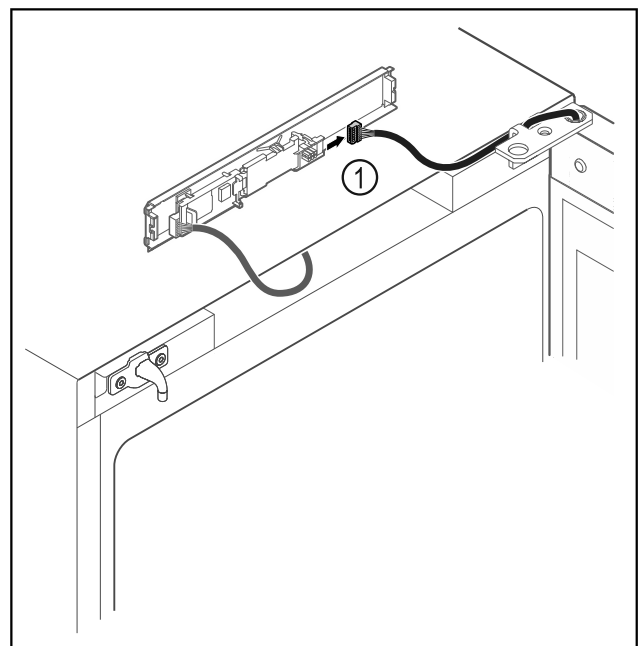

Fig. 13
- ▶ Débrancher le connecteur Fig. 13 (1) de la platine.